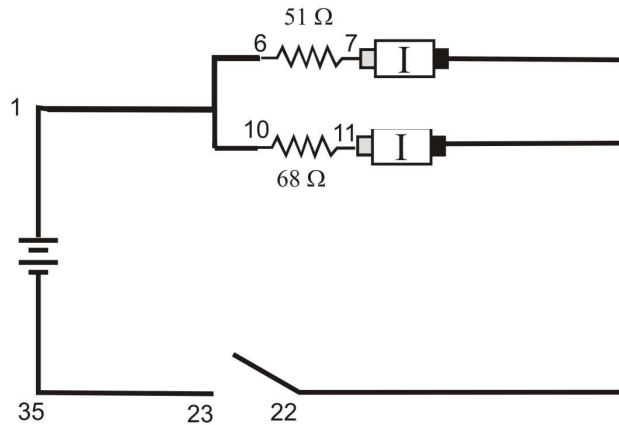

Abbildung 5
25. Verkabeln Sie die Parallelschaltung aus 51Ω - und 68Ω -Widerstand wie in Abbildung 5 gezeigt. Die beiden Stromsensoren messen den Strom durch jeden Widerstand einzeln. Der rote Anschluss beider Stromsensoren sollte in Richtung des + Anschlusses der Spannungsversorgung liegen.